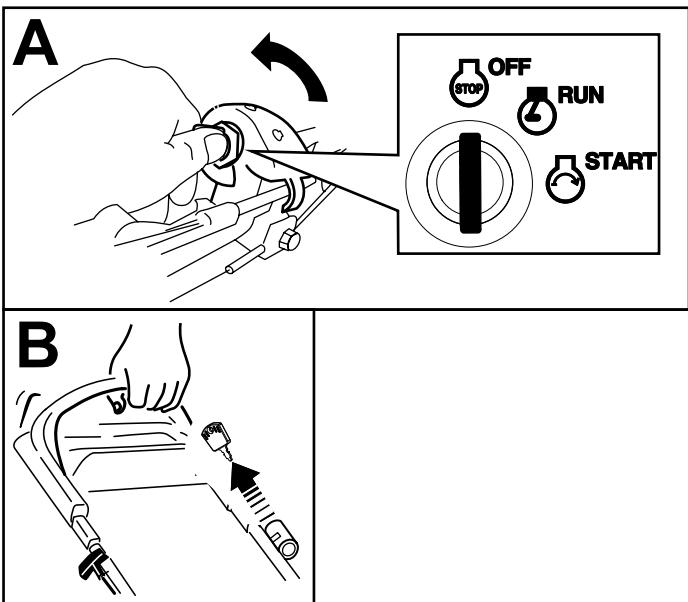

Рисунок 19
- Поверните ключ зажигания в положение OFF (Выкл.) (вид А на Рисунок 19).
- После остановки двигателя извлеките ключ из замка зажигания. Всегда берите его с собой при покидании машины (вид В на Рисунок 19).